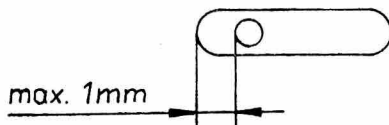

рис. 6
- Налево смещенная прямая строчка в конструктивном отношении установлена и нельзя ее юстировать. Расстояние стержня иглы от левого края иглопроходного отверстия может составлять максимально 1 мм. Прикосновение края иглопроходного отверстия иглой недопустимо (рис. 6).